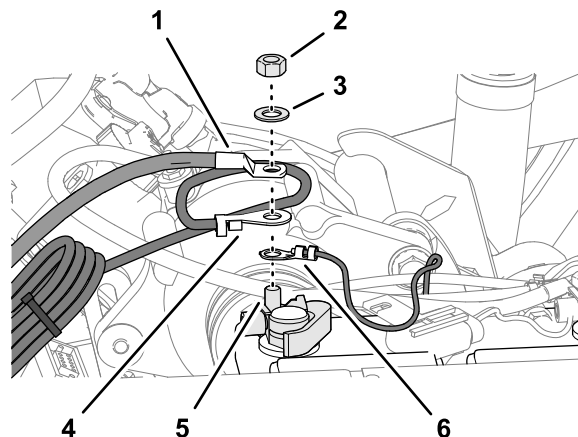

Figura 237
- Monte los siguientes cables y terminales en el espárrago roscado del borne negativo de la batería (Figura 237), en el orden siguiente: